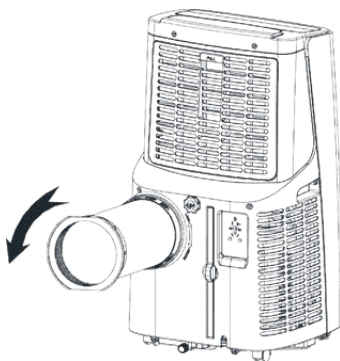

Figura 1
1.1 Instale el conjunto de tubos de calor (como se muestra en la Figura 1)
2) Inserte el conjunto del tubo de calor (el extremo de la junta de escape) en la ranura de ventilación del panel posterior (empújelo hacia la izquierda) y complete el ensamblaje (como se muestra en la figura 1).